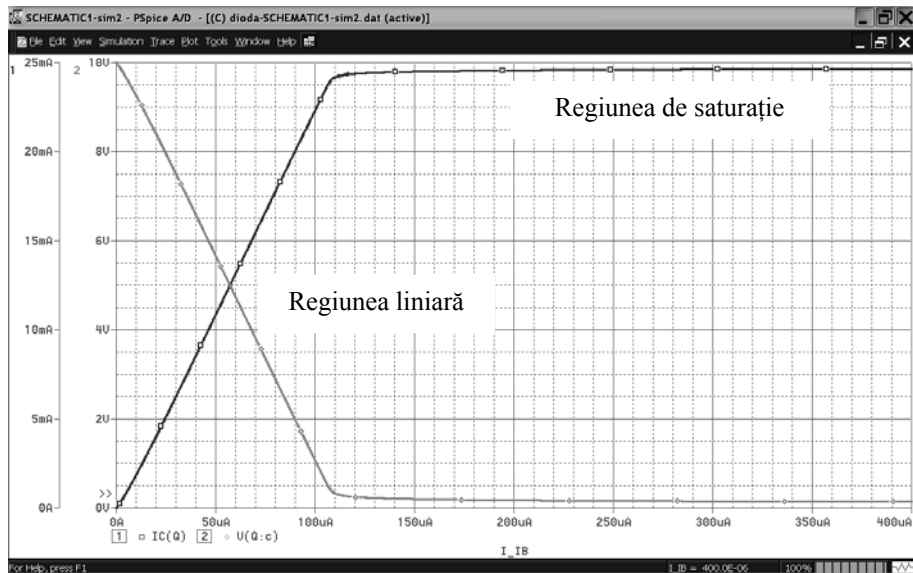

Figura 5.50. Caracteristicile  $I_C(I_B)$  și  $U_{CE}(I_B)$  ale tranzistorului BC107A
11. Trasați în *Probe* caracteristicile  $I_C(I_B)$  și  $U_{CE}(I_B)$  ale tranzistorului cu rezistența de sarcină montată și verificați cu ajutorul cursorului coordonatele punctelor statice de funcționare găsite la punctul 8 (figura 5.50). Observați regiunea liniară de lucru a tranzistorului precum și regiunea de saturație.